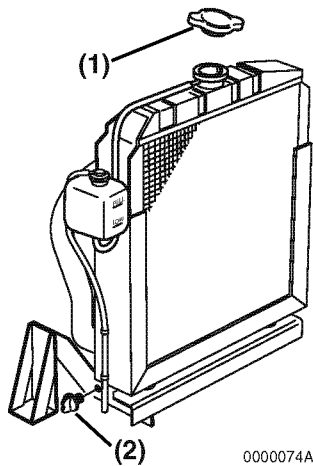

Figura 19
2. Quite la tapa del radiador (**Figura 19, (1)**).
3. Extraiga el tapón de purga o abra el grifo de drenaje (**Figura 19, (2)**) que se encuentra en la parte inferior del radiador y purgue el refrigerante del motor.